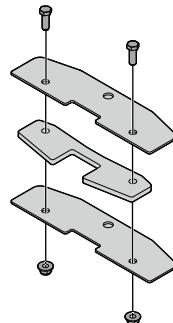

Figure 29
- Mettez la plaquette centrale du dispositif entre les deux grandes plaques, comme illustré à la Figure 29. Enfilez un boulon dans chacun des trous latéraux, et vissez un écrou sur chaque.